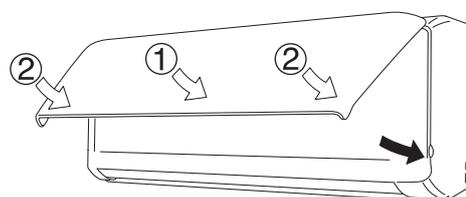

Fig. 5-18
- (6) Insertar la cabeza del filtro anti moho y asegurar su parte inferior en las protuberancias de la unidad.
- (7) Al cerrar el panel frontal empujar primero la parte central del mismo y a continuación la inferior derecha y la inferior izquierda hasta oír un clic. (Fig. 5-18)